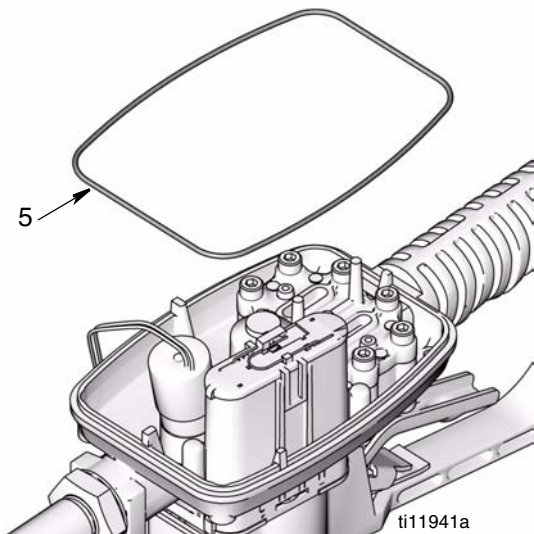

FIG. 6
- Quite la junta o-ring y deséchela (5) (FIG. 6).